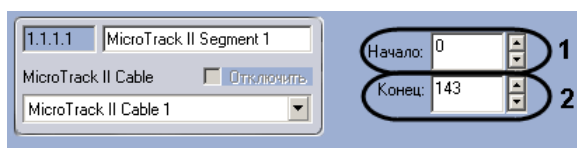

Рис. 3.6—4 Настройка контрольного сегмента *MicroTrack II*
3. В поле **Начало** ввести с помощью кнопок **вверх-вниз** номер субъячейки, соответствующей ключевой точке, в которой начинается контрольный сегмент (см. Рис. 3.6—4, **1**).
4. В поле со списком **Конец** ввести номер субъячейки, соответствующей ключевой точке, в которой заканчивается контрольный сегмент (см. Рис. 3.6—4, **2**).